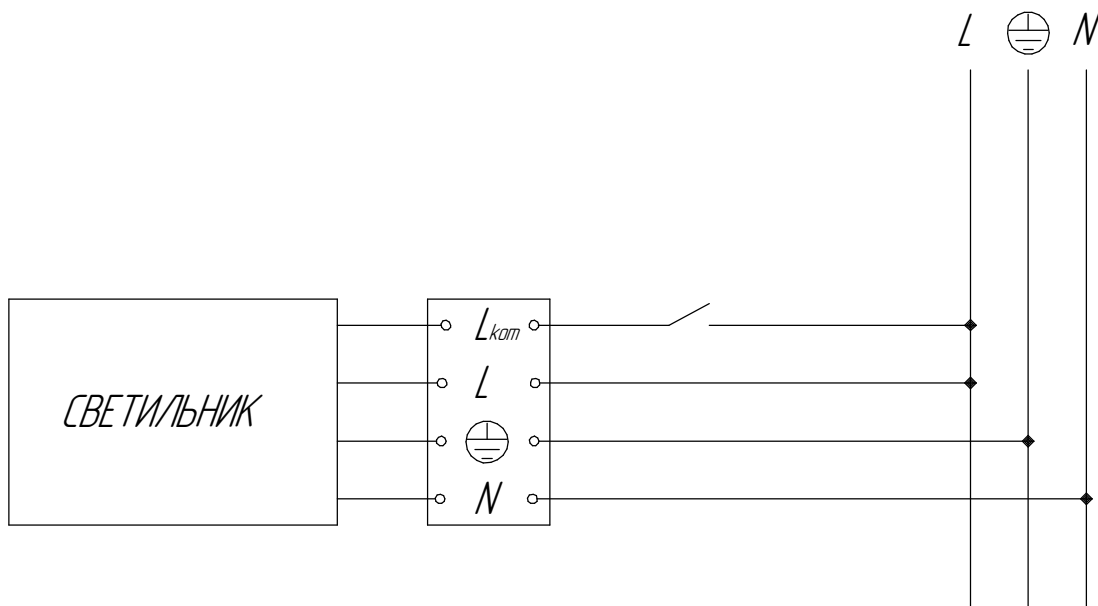

Рисунок 3 - Схема подключения светильника с БАП к сети
5.5 Подключить светильник к электрической сети согласно схеме рис. 3.